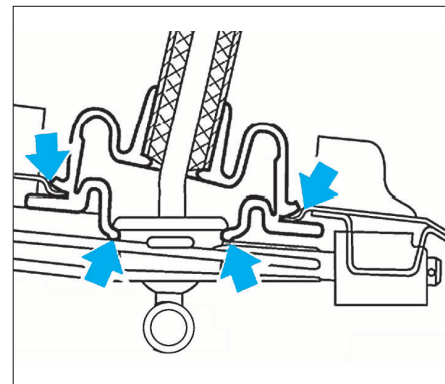

FIG. 14
- Dégager le soufflet du bras de commande et du plancher (Fig.14).